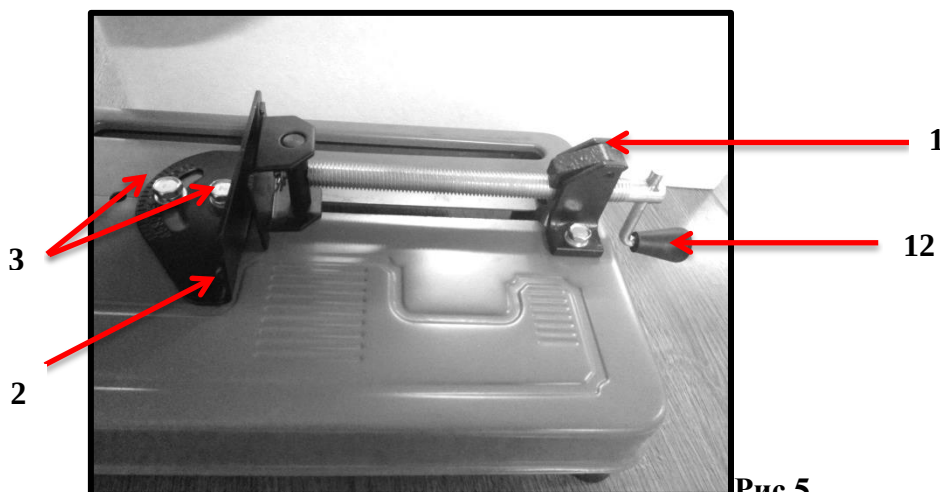

Рис.5
1. Ослабьте тиски, повернув рукоятку регулирования тисков 12 (рис.1 и рис.5) 5-6 раз против часовой стрелки.
2. Ослабьте колпачковые винты 3 (рис.5) упора с бесступенчатой установкой угла резания 2 (рис.1 или рис.5), поворачивая их против часовой стрелки с помощью прилагаемого ключа.
1. Чтобы использовать функцию быстрого освобождения, ослабьте губки тисков, повернув рукоятку регулирования тисков **12** (рис.5) 2-3 раза против часовой стрелки.
2. Поднимите вверх фиксатор освобождения тисков **1** (рис.5), чтобы освободить винт тисков.